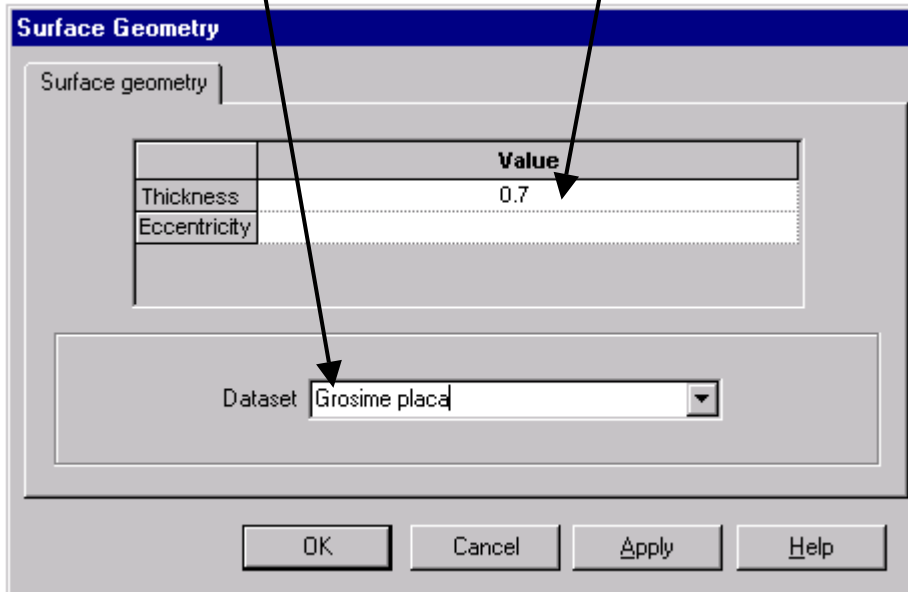

Fig. 11
- în caseta de dialog se definește grosimea plăcii (**0.7**) (fig. 11)